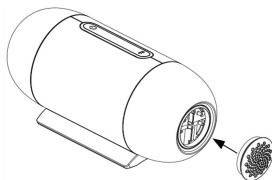

图 3-2
(2) 将装有空气滤芯的滤芯盖安装在呼吸机上，如图 3-2 所示：